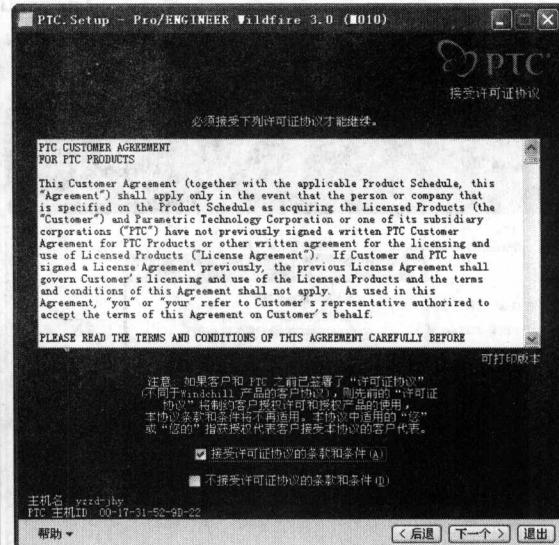

图 1-7 接受许可证协议
(4) 弹出如图 1-7 所示的【接受许可证协议】对话框, 选中【接受许可证协议的条款和条件】选项, 单击【下一个】按钮。